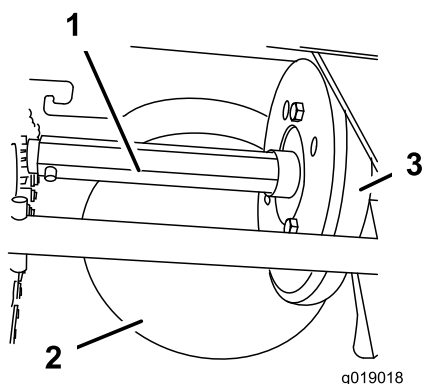

Figure 33
Graissez légèrement l'arbre hexagonal une fois par an avec de l'huile moteur de type automobile (Figure 33).
**Important:** Veillez à ne pas faire couler d'huile sur la roue en caoutchouc ou la poulie à friction en acier, sinon la transmission patinera (Figure 33).